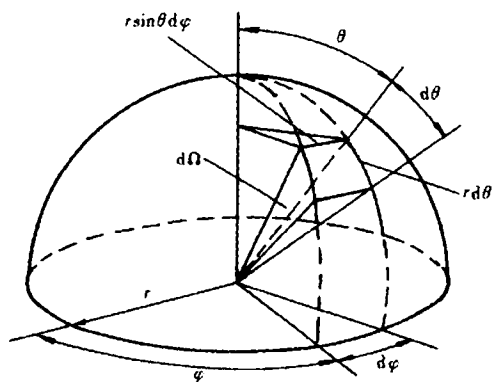

图 9-4 微元立体角
1. 为了描述辐射能的空间分布特性, 引入立体角的概念 (如图 9-4)